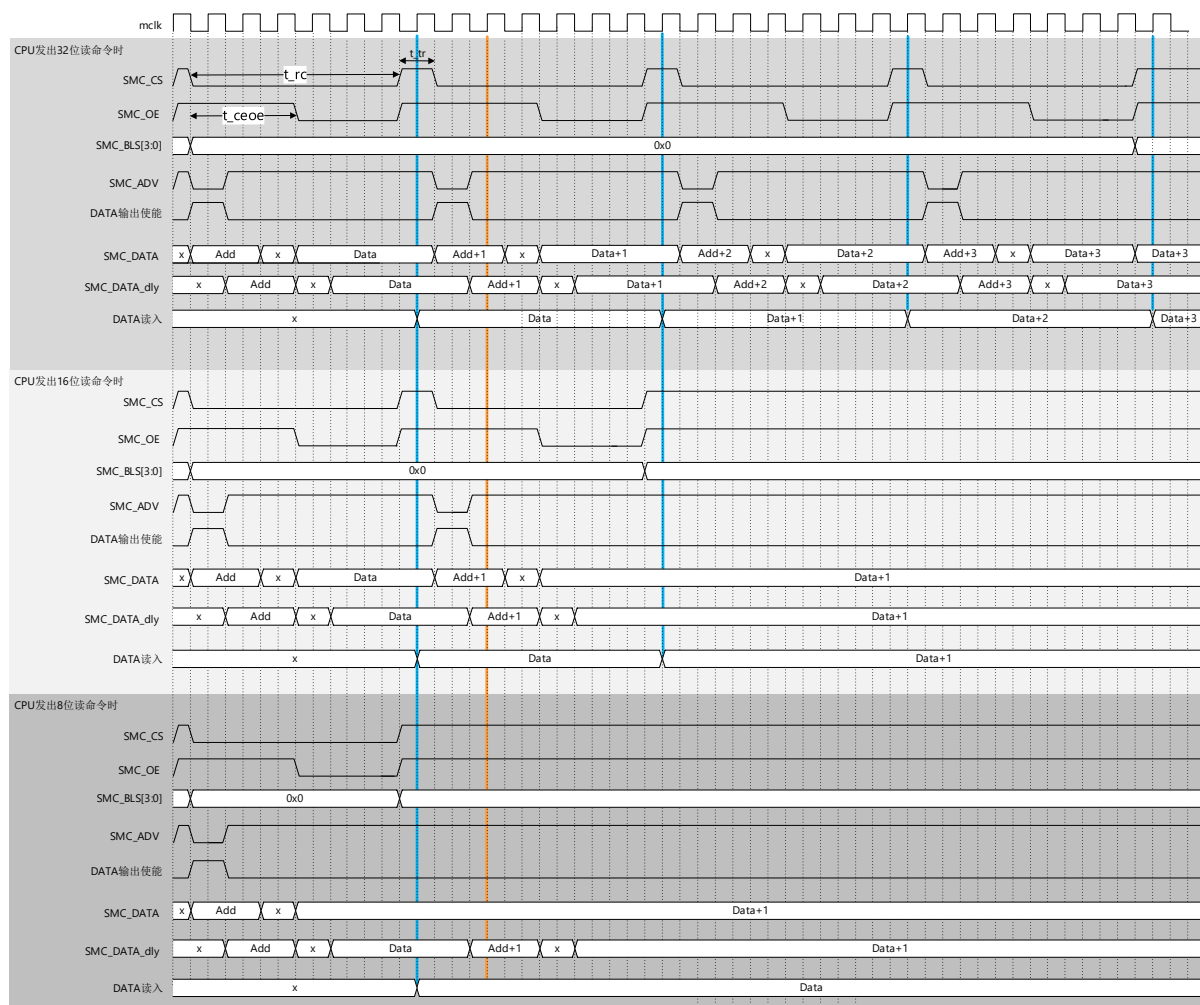

图 39-13 地址数据线复用单次读动作基本时序（异步方式（RSYN=0）&32 位位宽（MW=10））
b) 表 39-8 和图 39-13 是地址数据线复用的单次读动作的基本时序图和设定例。